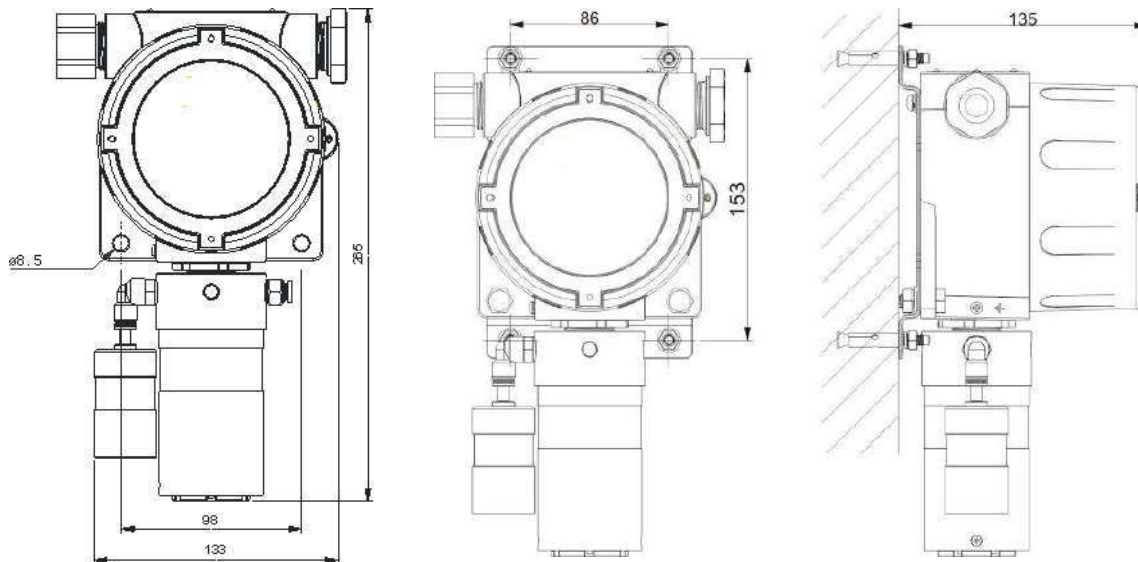

Рис. 2 Габаритные и установочные размеры газоанализатора ЭССА-М-ИП, Ф-ИВНО
2.1.2.3. Габаритные и установочные размеры газоанализатора приведены на рис. 2.